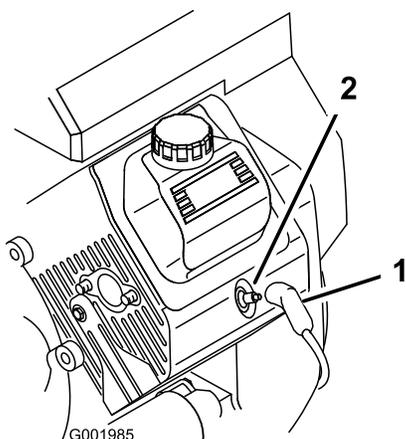

図 45
3. 点火プラグのコードが抜けているのを確認する 図 45。
3. 点火コードを取り付ける 図 45。